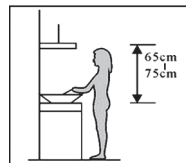

Рис. 1
2. Для достижения максимального эффекта следует размещать кухонные вытяжки на расстоянии 65–75 см над варочной поверхностью. См. рис. 1.